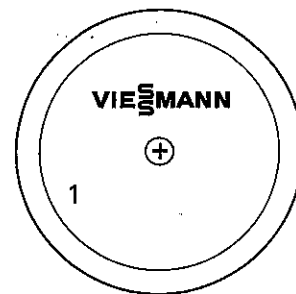

Abb. 25
1. Die Schraube in der KappeMitte lösen, und die Kappe abnehmen (Abb. 25).